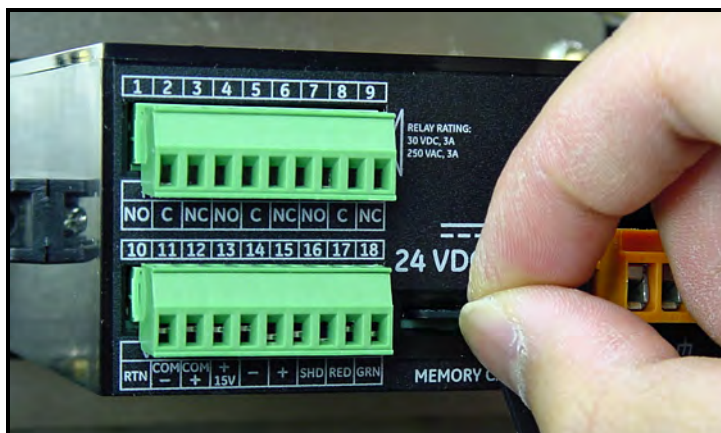

Figura 51: Remover o cartão MicroSD
3. Depois que o cartão MicroSD for parcialmente ejetado, retire-o do chassi **dew.IQ** (veja *Figura 51* abaixo).